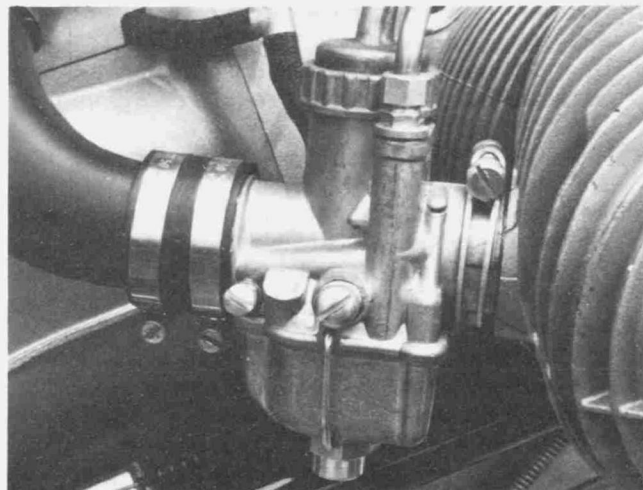

Bild 188
- Bei den Baumustern R50/5, R60/5 und R60/6, die mit Bing-Schiebervergasern ausgerüstet sind, wird die Rändelmutter auf jedem Vergaser abgedreht und der Gasschieber herausgezogen. Vergaser für Baumuster R60/6 haben ebenfalls einen Startkolben. Die Sechskantmutter müssen abgedreht und die Kolbenschieber herausgezogen werden. Die Kolbenschieber an sicherer Stelle am oberen Rahmenrohr mit Klebeband festkleben (Bild 188).